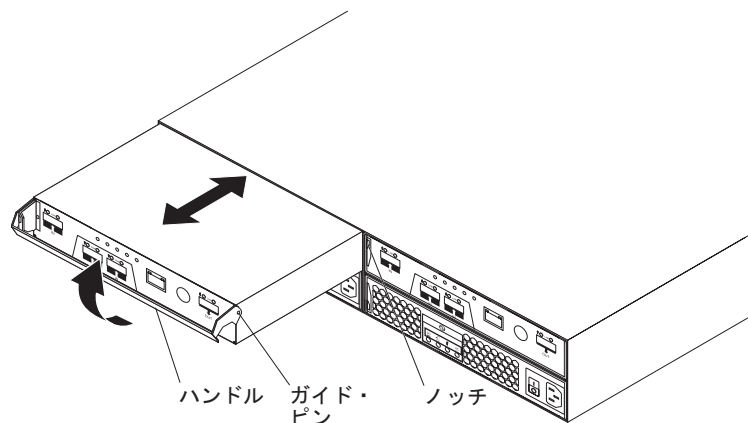

図 67. コントローラーの取り外しと交換
- b. コントローラーの側面にあるガイド・ピンが、DS3400 シャーシのノッチに収まることを確認します。116 ページの図 67を参照してください。